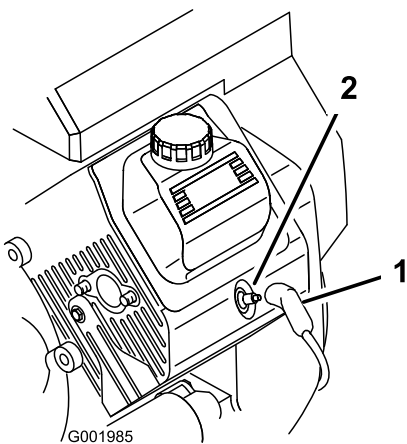

Figure 29
3. Débranchez les fils des bougies (Figure 29).
3. Rebranchez le fil de la ou des bougies (Figure 29).